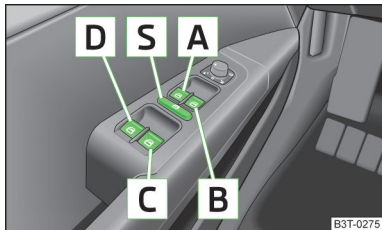

Fig. 43
- Când se transportă pe locurile din spate persoane care nu sunt complet independente, de ex. copii, vă recomandăm să scoateți din funcțiune comutatoarele din portierele din spate (comutatorul de siguranță)  » fig. 43 la pagina 62.
- După decuplarea contactului, geamurile mai pot fi deschise sau închise cca. 10 minute. După deschiderea portierei șoferului și a pasagerului din față, geamurile se mai pot opera numai cu tasta **A** » fig. 43 la pagina 62.
**Tastatură macaralelor geamurilor » fig. 43.**
Prin apăsarea comutatorului de siguranță **S** » fig. 43, puteți scoate din funcțiune tastele acționării geamurilor din portierele din spate. Apăsând încă o dată comutatorul de siguranță **S**, puteți restabili funcționarea tastelor acționării geamurilor din portierele din spate.
- Mențineți tasta **A** » fig. 43 la pagina 62 în poziție de deschidere.
- Mențineți tasta **A** » fig. 43 la pagina 62 în poziție de închidere.